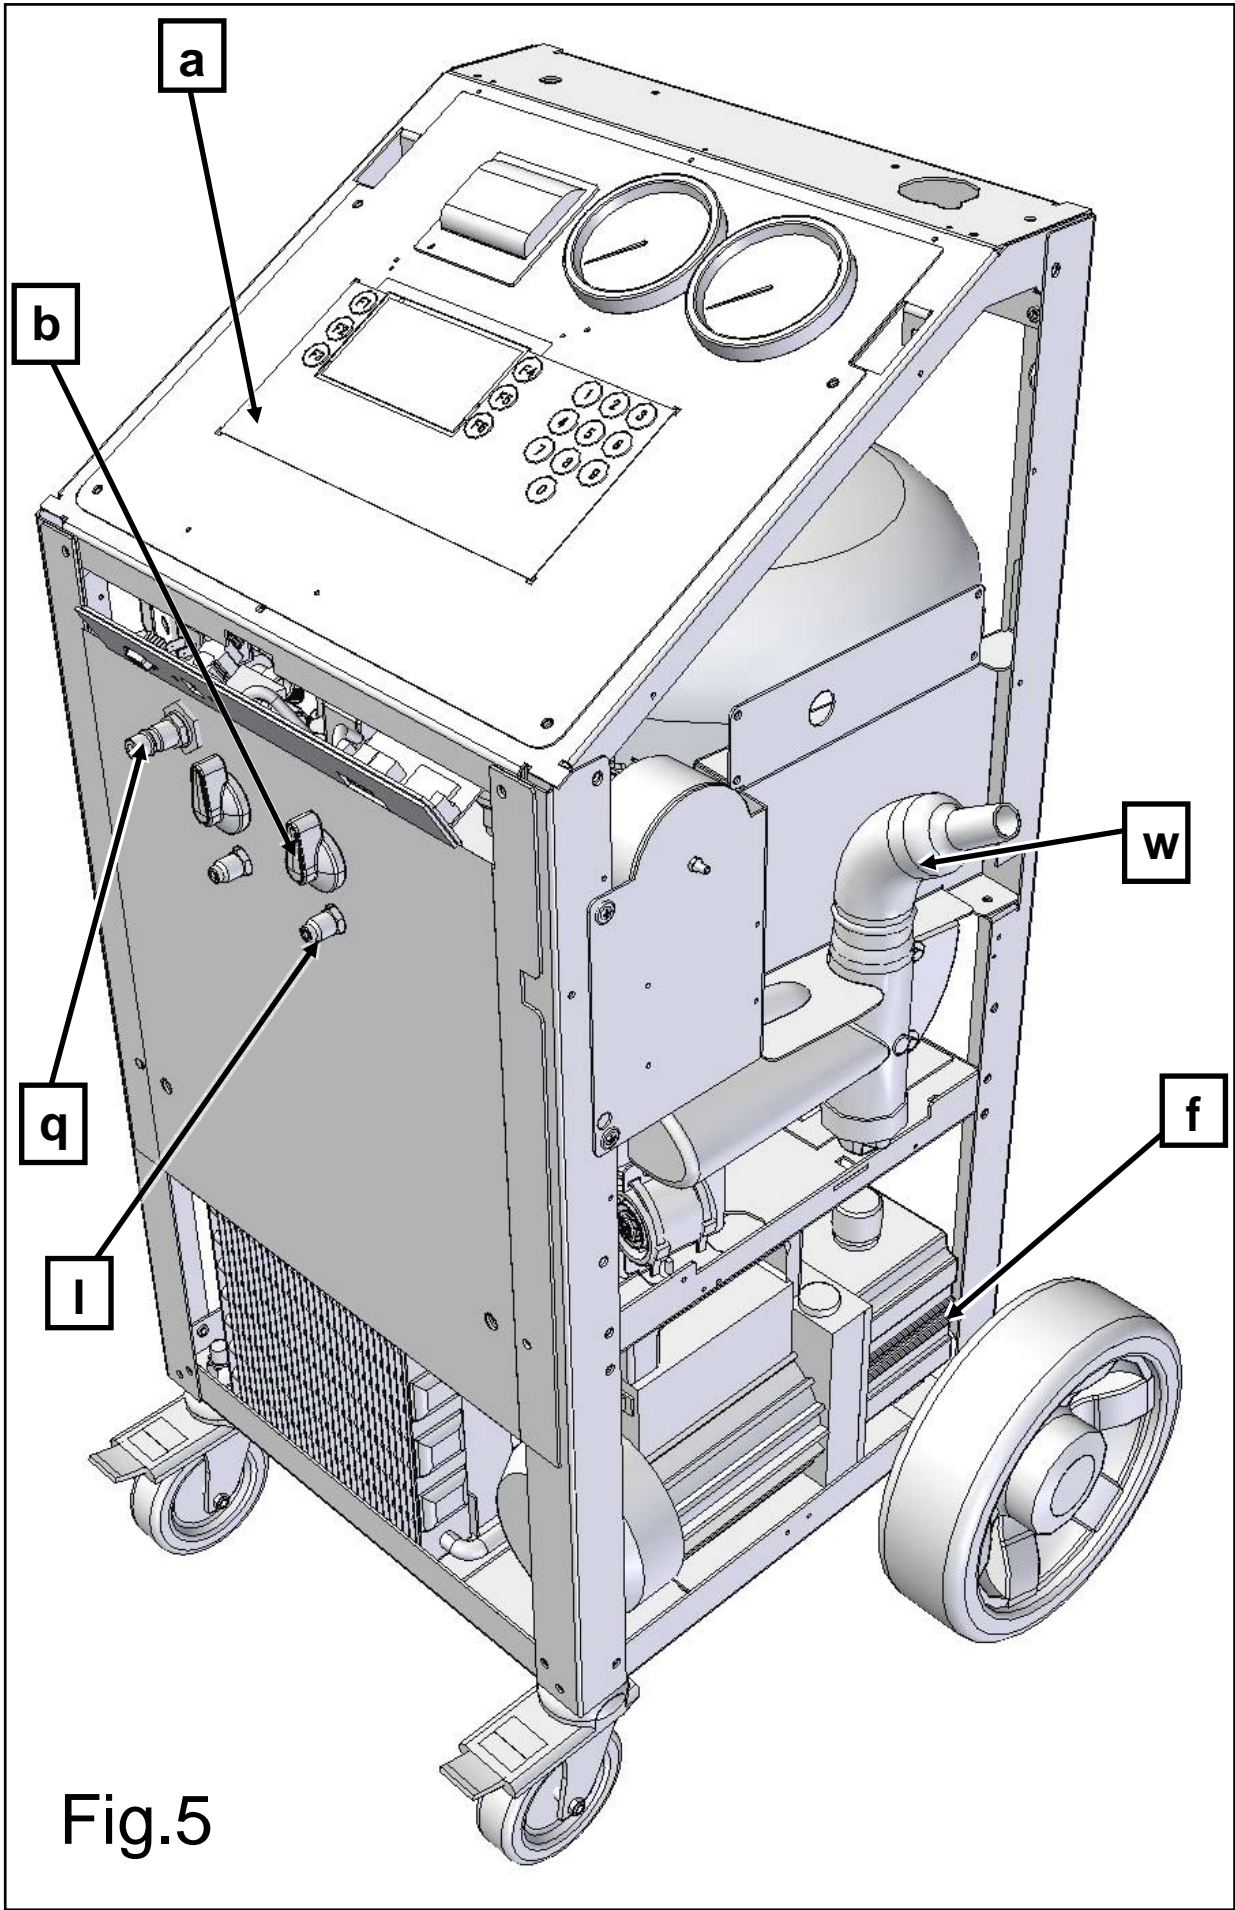

Fig.5
* Fare attenzione a non versare liquido nella presa elettrica (j - fig. 5) collocata lì vicino